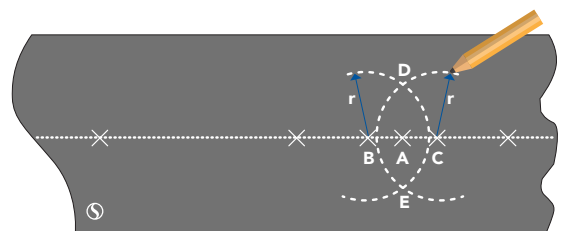

Fig. 7.3
**7.3** La línea dibujada entre los puntos D y E estará a  $90^\circ$  con respecto de la línea central, tal como se muestra en la fig. 7.3. Una vez que la línea se extiende por todo el ancho de la banda, se utilizará como referencia para el futuro corte y pelado de los extremos de banda.